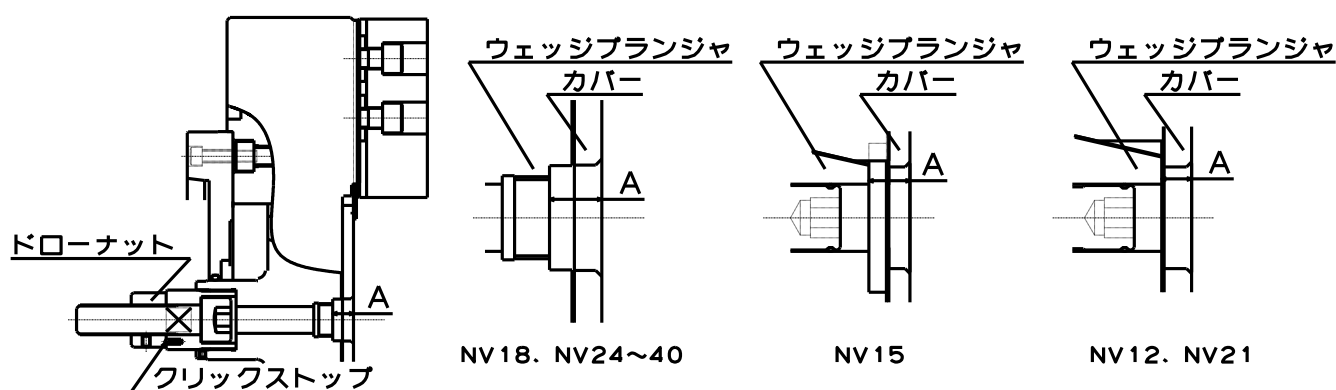

図 22
- ・ シリンダ前進端でのウェッジプランジャの適正位置は、図 22 の寸法 A が表 11 となる位置です。(NV18、NV24～40 はカバー表面からウェッジプランジャの六角穴付スクリーブプラグ取付面までの距離、NV15 はカバー表面からウェッジプランジャのヌスミの端面まで距離、NV12、NV21 はカバー表面からウェッジプランジャの端面まで距離)